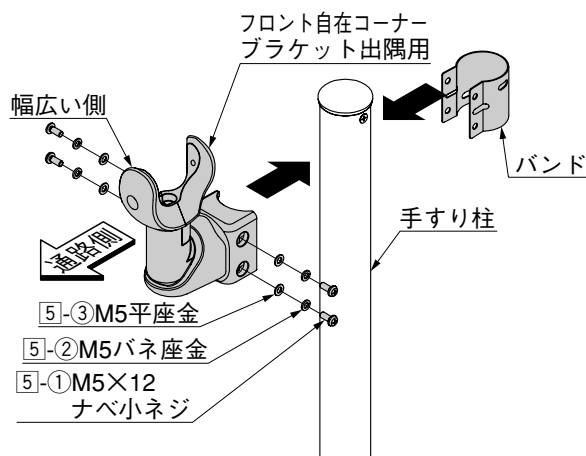

図2-4
- 1 図2-4を参照して、手すり柱にフロント自在コーナーブラケット出隅用とバンドを任意の高さに5-1、5-2、5-3で取付けてください。